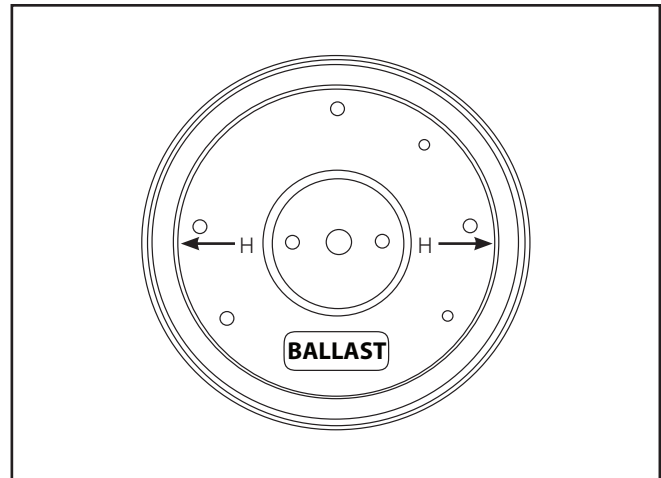

Figure 4. Moulage arrière et vis
d) Réinstallez la pièce moulée sur les montants puis glissez les rondelles et sécurisez avec les écrous 1/4-20 fournis. Pour une installation murale, remarquez les flèches de la plaque pointant à l'horizontale et montez la plaque dans cette direction. (Figure 4.).
c) Sélectionnez la pièce de fixation adaptée (fournie par une tierce partie) aux entrées défonçables de 6 mm (1/4 po). Collez les joints d'étanchéité pour l'orifice de la pièce de fixation fournis sur la partie des entrées défonçables utilisées (Figure 4.) (voir l'étape 4).